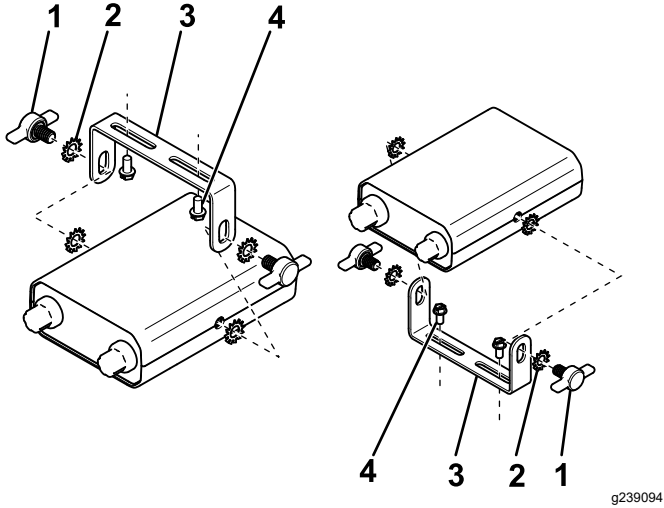

图 14
1. 使用 2 个钣金螺丝将安装支架连接到车辆 图 14。
2. 使用 4 个星形垫圈和 2 个手拧螺丝将控制器连接到安装支架 图 14。